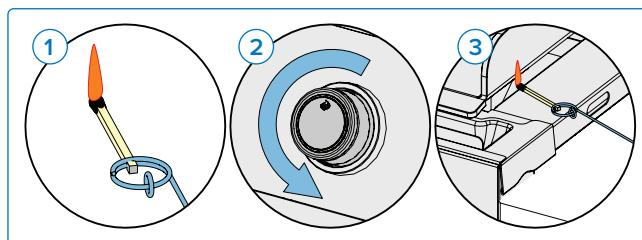

Fig. 7
3. Ruotare la manopola del bruciatore corrispondente su alto. (**Fig. 7**).